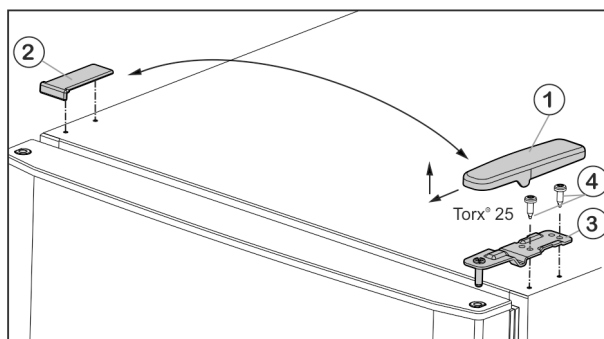

Fig. 5
- ▶ Afdekking Fig. 5 (1) naar voren en boven wegtrekken.
- ▶ Afdekking Fig. 5 (2) eraf nemen.
- ▶ Bovenste lagerbus Fig. 5 (3) losschroeven (2 maal Torx® 25) Fig. 5 (4) en naar boven eraf trekken.
- ▶ Plaats de bovenste lagerbus *Fig. 5 (3)* aan de nieuwe scharnierkant in de deur.
- ▶ Bovenste lagerbok **vastschroeven (met 4 Nm)** (2 keer Torx® 25) *Fig. 5 (4)*. Eventueel een accuboormachine gebruiken.
- ▶ Afdekking *Fig. 5 (1)* aan de andere kant buiten plaatsen en vastklikken.
- ▶ Afdekking *Fig. 5 (2)* steeds aan de andere kant van bovenaf plaatsen en vastklikken.